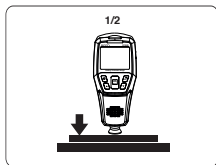

Figure 3
1. Lorsque la figure 3 apparaît à l'écran, placez une pellicule d'épaisseur de revêtement standard d'une épaisseur connue (p. ex., 500 μm) sur un substrat sans revêtement.